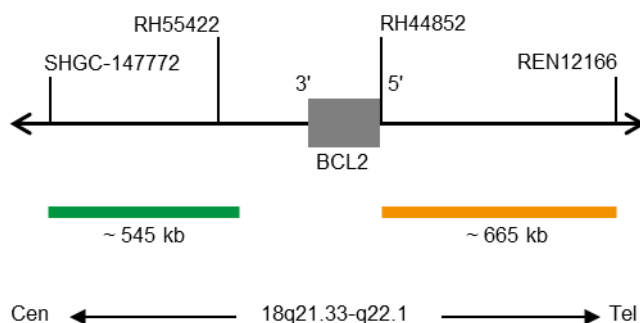

Fig. 1. SPEC BCL2 Mapa de la sonda (no está a escala)
- Polinucleótidos marcados en verde (excitación a 503 nm/emisión a 528 nm) ZyGreen (~10 ng/μl), dirigidos a secuencias localizadas en 18q21.33* (chr18:60,046,152-60,589,273) proximales a la región del punto de ruptura de BCL2 (ver Fig. 1).
- Polinucleótidos marcados en naranja (excitación a 547 nm/emisión a 572 nm) ZyOrange (~4,5 ng/μl), dirigidos a secuencias localizadas en 18q21.33-q22.1* (chr18:60,994,528-61,658,503) distales a la región del punto de ruptura de BCL2 (ver Fig. 1).